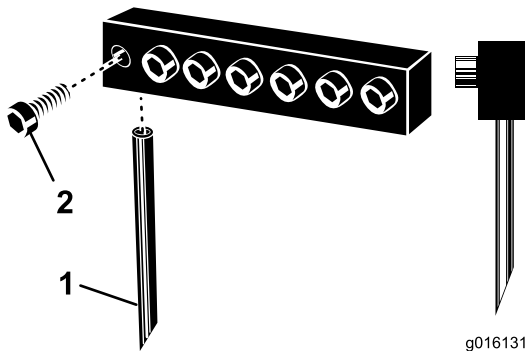

图27
- 旋松夹紧螺栓，然后拆下之前使用的打孔针（图27）。
注意： 空心打孔针的放置应使排出槽朝向后面，而实心打孔针则应使针尖角度朝向机器（图27）。